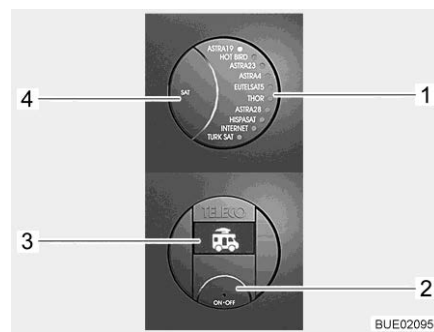

Bild 46 Kontrollpanel (TeleSat)
- Tryck på på/av-knappen (Bild 46,2). LED-indikator på den valda satelliten (Bild 46,1) och bakgrundsbelysningen på knappen lyser. På displayen (Bild 46,3) visas fordonssymbolen med införd antenn.
- Tryck på på/av-knappen (Bild 46,2) på nytt. Anläggningen är påslagen. Om antennen var införd, körs den nu ut i driftsläge. När lysdioden för den önskade satelliten (Bild 46,1) blinkar, vänta då några sekunder. Antennen ställs automatiskt in på de här satelliterna (den sista satellitpositionen lagras efter avstängningen). När systemet har hittat satelliten lyser lysdioden (Bild 46,1) permanent och "SAT OK" visas på displayen (Bild 46,3).
- Tryck in knappen SAT (Bild 46,4) tills lysdioden (Bild 46,1) visar önskad satellit. Antennen riktas automatiskt in på den valda satelliten. När systemet har hittat satelliten lyser lysdioden (Bild 46,1) permanent och "SAT OK" visas på displayen (Bild 46,3).
- Tryck på på/av-knappen (Bild 46,2). LED-indikator på den valda satelliten (Bild 46,1) och bakgrundsbelysningen på knappen lyser. På displayen (Bild 46,3) kommer den för närvarande valda satelliten att visas.
- Tryck på på/av-knappen (Bild 46,2) på nytt. Antennen förs in. När antennen är helt införd visas symbolen på fordonet med antennen som är indragen på displayen. Anläggningen växlar till vänteläge efter några sekunder.